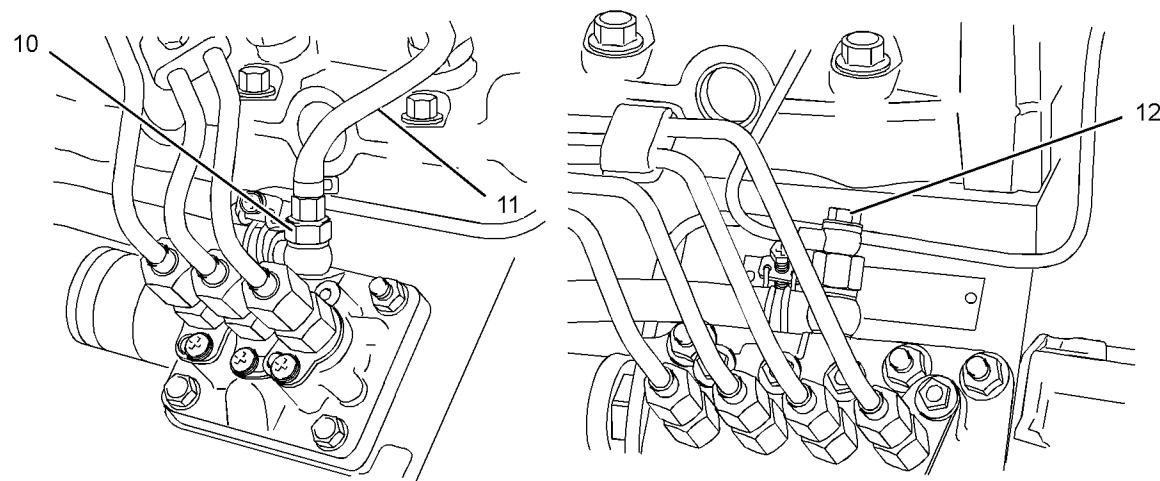

Рис. 55
3. Поработайте ручным топливоподкачивающим насосом (6). Когда через прокачной винт потечет топливо без воздуха, затяните прокачной винт.
4. Ослабьте соединение (10 или 12) на топливном насосе высокого давления. См. рисунок 55 .
**Примечание:** Может потребоваться снять возвратный топливопровод (11) для прокачки топливной системы.
3. Поработайте топливоподкачивающим насосом в магистрали (7). Когда через прокачной винт потечет топливо без воздуха, затяните прокачной винт.
3. Дайте поработать электрическому топливоподкачивающему насосу (8). Когда через прокачной винт потечет топливо без воздуха, затяните прокачной винт. Выключите электрический топливоподкачивающий насос.
3. Поработайте топливоперекачивающим насосом (9). Когда через прокачной винт потечет топливо без воздуха, затяните прокачной винт. Выключите топливоперекачивающий насос.